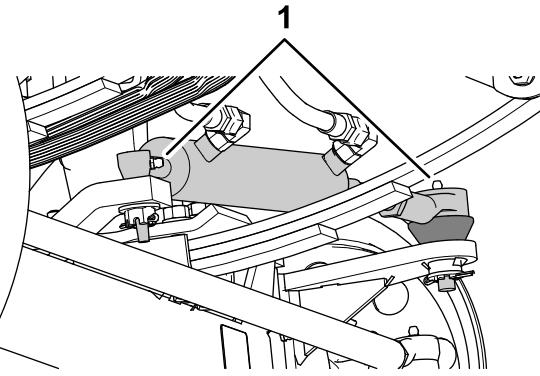
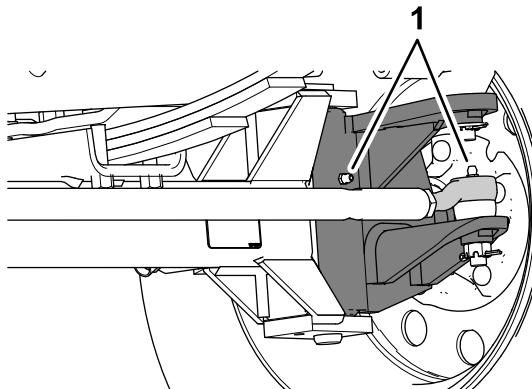

Bild 63
Bild 64
1. Wischen Sie die Schmiernippel mit einem sauberen Lappen ab (Bild 63 und Bild 64).
2. Pressen Sie Fett in die Schmiernippel (Bild 63 und Bild 64).
**Hinweis:** Die Positionen der Schmiernippel sind in Bild 63 abgebildet.